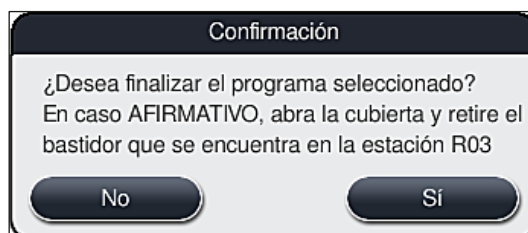

Fig. 91
- En el siguiente mensaje informativo (→ "Fig. 91"), pulse el botón **Sí** para confirmar la cancelación del programa o **No** para regresar a la indicación de estado de proceso.
Se debe seguir completamente la información del mensaje (→ "Fig. 91").